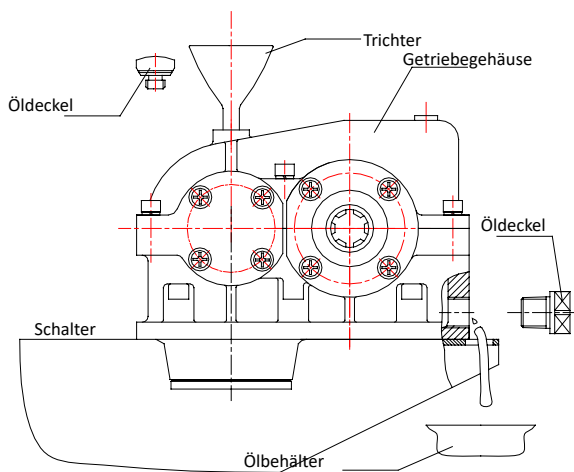

ABB. 16.
- Den Filter im Getriebegehäuse installieren; festziehen. Die Oberfläche des Getriebegehäuses gründlich reinigen. (Siehe ABB. 16)